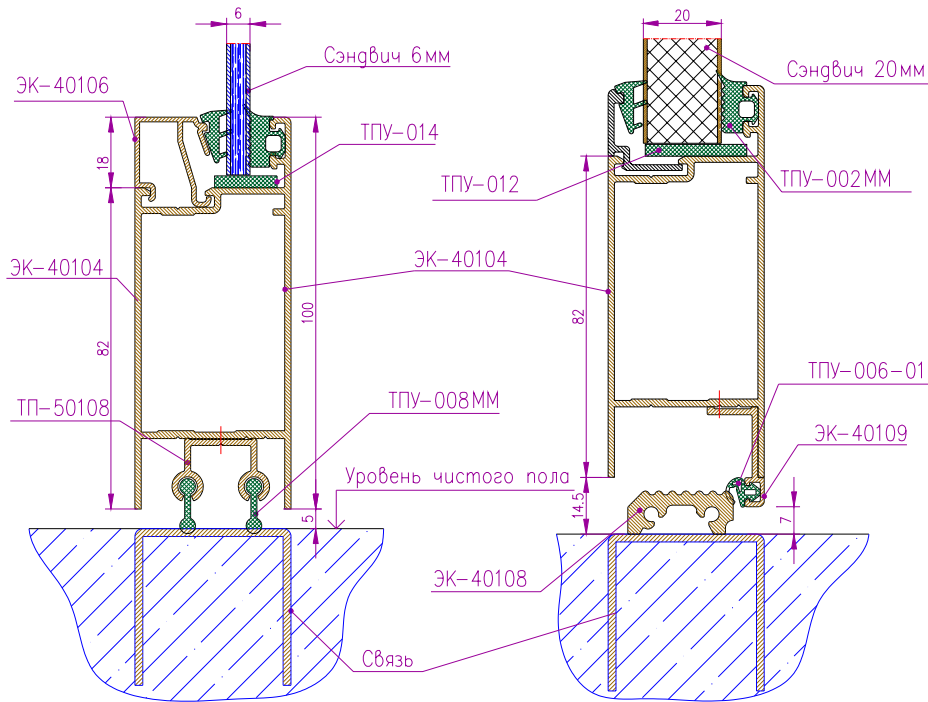

Рис.6-25 Установка двери ЭК-40, швеллер заглубить до уровня пола
- Установить дверь в проем витража без заполнений, заглубив швеллер до уровня чистого пола (рис.6-25);